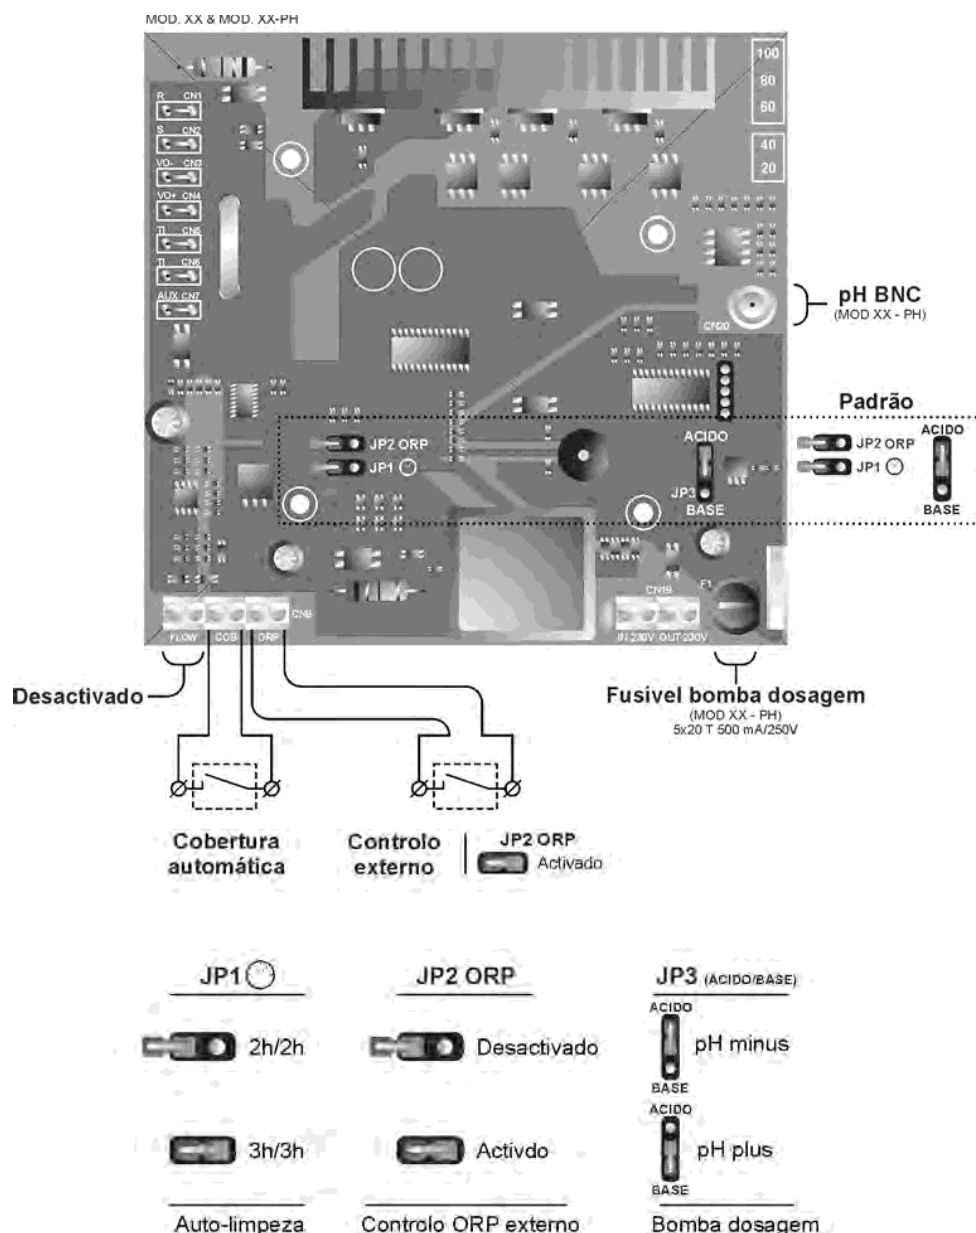

Fig. 16
- **Sistema de AUTOLIMPEZA DOS ELÉCTRODOS:** as luzes [5] indicam o estado da polarização dos eléctrodos (directa/inversa). A frequência de inversão pode-se seleccionar através do jumper "JP1" situado na placa de controlo do sistema (Fig. 16). Esta configuração ficará efetiva quando o equipamento seja desconectado e conectado novamente.